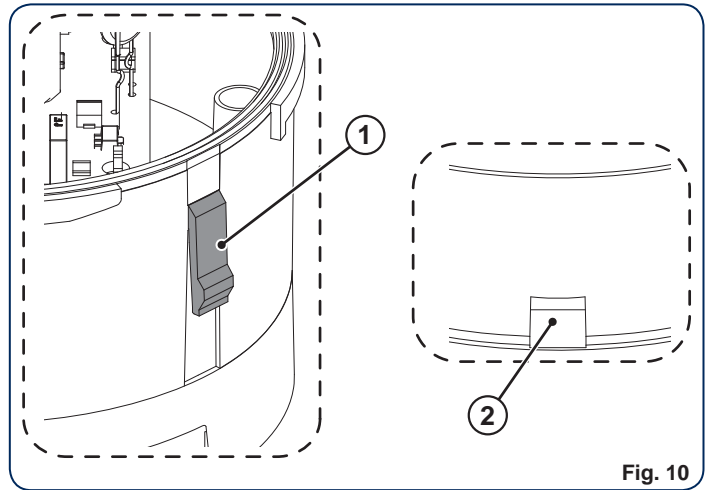

Fig. 10
👉 Sulla base calotta è presente una linguetta di bloccaggio (Fig. 10 rif. ①) che si deve accoppiare con l'incasso ricavato sulla calotta (Fig. 10 rif. ②).